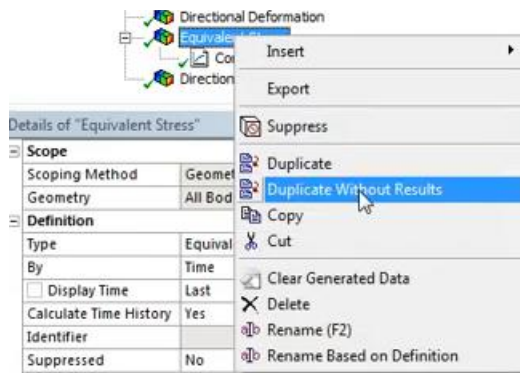

Рис. 22.
*Solution (A6)* → *Equivalent stress* → *Duplicate Without Results* (рис. 22)